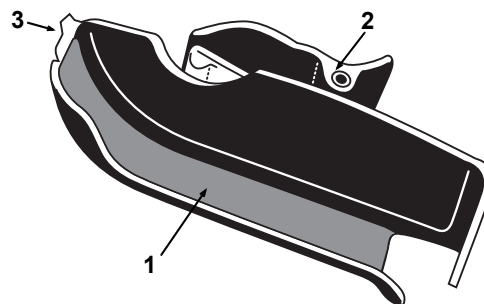

Figura 9. Custodia dell'hub X-100HH
L'hub può essere riposto dentro all'apposita custodia X-100HH (figura 9). Il morsetto di questa custodia permette di fissare l'hub sulle sponde del letto, su aste per apparecchiature e alle lenzuola.
- a. Tirare indietro la clip sulla punta della custodia dell'hub (3 nella figura 9).